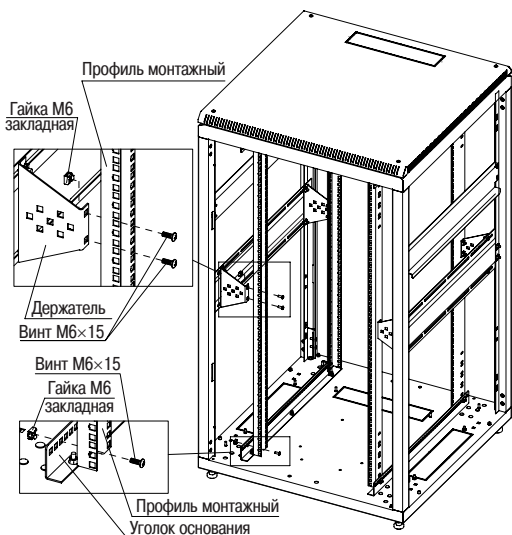

Рисунок 7 – Установка монтажных профилей
3.1.6 Вставьте гайки М6 в квадратные отверстия уголков основания или уголков основания и держателей (для исполнений 27U и выше), профили монтажные закрепите винтами М6×15 с полукруглой головкой (рисунок 7).